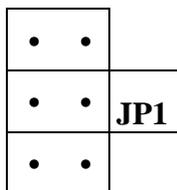

Рисунок 15 Положение технологической перемычки JP1
- установить на плате ТК16L.11 технологическую перемычку **JP1** (см. Рисунок 12, Рисунок 15);